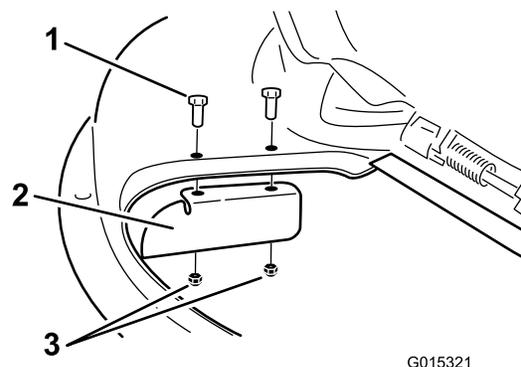

Figura 29
- 9. Instale o abafador de corte na plataforma do cortador (Figura 29).
- Retire o abafador de corte da plataforma do cortador (Figura 29).